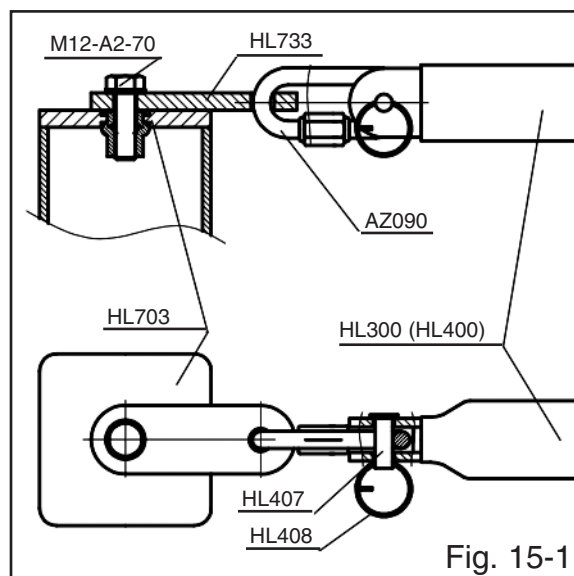

Fig. 15-1
I metodi di fissaggio dell'assorbitore HL300 alle piastre terminali HL721 ed HL722 sono indicate nelle fig. 15-1 / 15-2.
- fig. 15-1 fissaggio ad un paletto tramite la piastra HL733 e la maglia AZ090